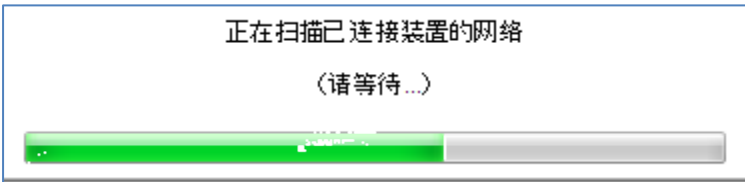
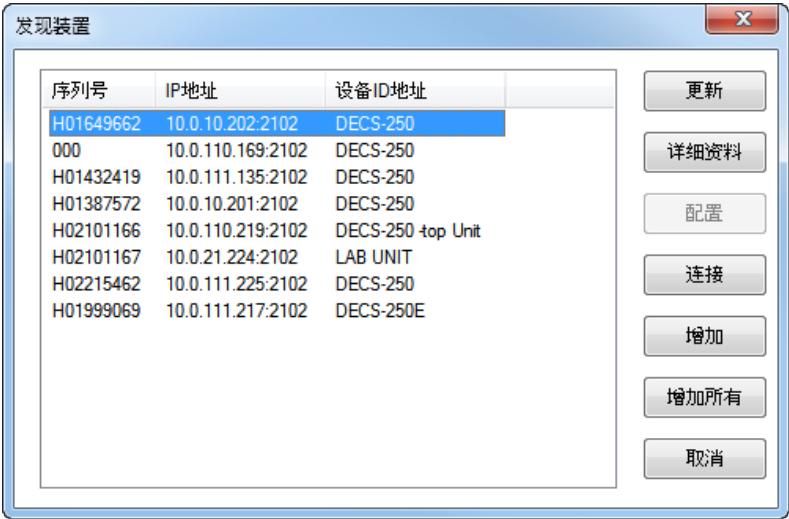

图 22-8. 扫描连接的设备
图 22-9. 设备发现窗口
4. 如果您不知道 IP 地址，您可以进行扫描（图 22-8），单击“设备发现”框上的以太网按钮来搜寻所有已连接的设备。完成扫描后，会显示一个内含已连接装置的窗口。（图 22-9）